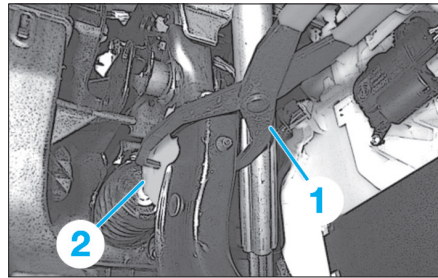

Fig. 20
- A l'aide d'une pince adéquat (1), appuyer sur les pattes de retenue (2) et débrancher la poussée du servofrein de la pédale (Fig.20).